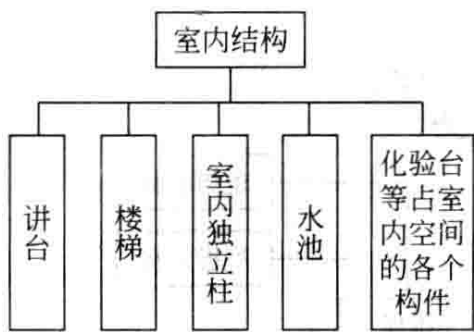

图 1-7 首层室内结构包括的构件
(3) 室内结构包括的构件 首层室内结构包括的构件如图1-7所示。其中楼梯、水池、化验台属于复合构件,需要再往下进行分解,直到能算量为止。